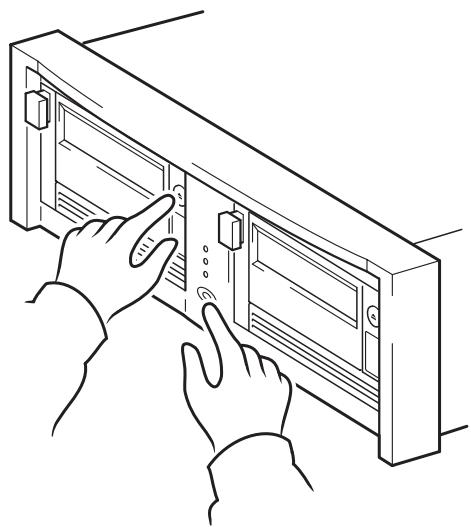

图 10b: 使用 HP OBDR, 第二步
- 2 按住磁带机的弹出按钮。打开您的磁带组和服务器电源 (见图 10b)。此操作会激活 HP 单按钮灾难恢复过程。在执行 OBDR 顺序过程中, 当前面板上的“Ready”(就绪)指示灯闪烁时, 请立即松开按钮。这是一个重复模式: 闪烁 - 稳定发亮 - 闪烁。